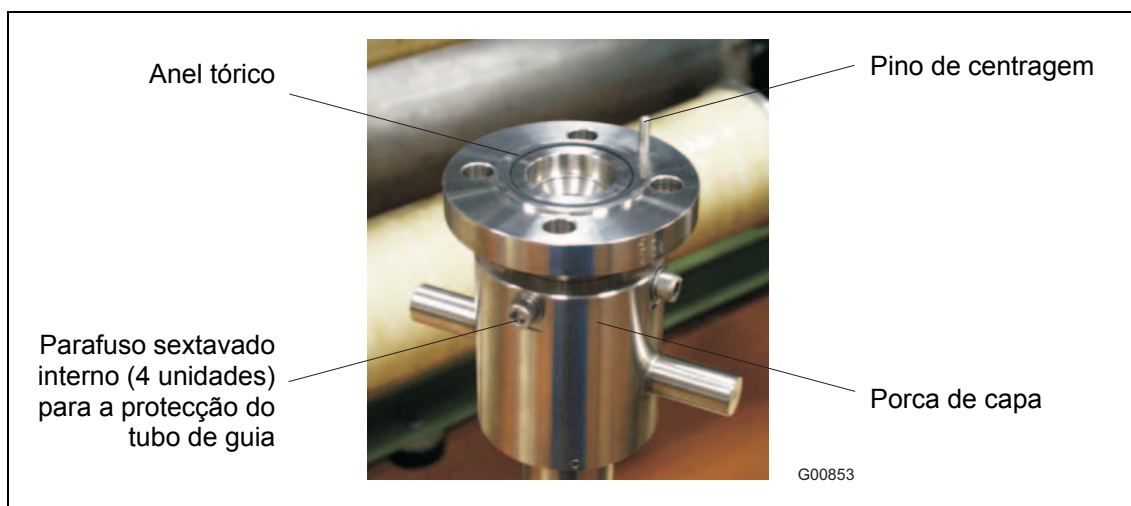

Fig. 13
- Colocar o anel tórico (55 x 3 mm [2,16 x 0,12 inch]) na respectiva ranhura (Fig. 13). O anel tórico e os parafusos fazem parte do volume de fornecimento.